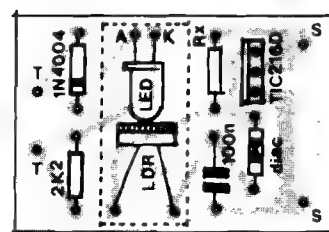

Fig.3
**- FIG. 3 - CHAPEADO DA MONTAGEM** - O lado dos componentes (face não cobreada...) mostra todas as peças posicionadas, identificadas pelos seus códigos, valores e outros dados "visuais" importantes... Observar, principalmente, os seguintes pontos: